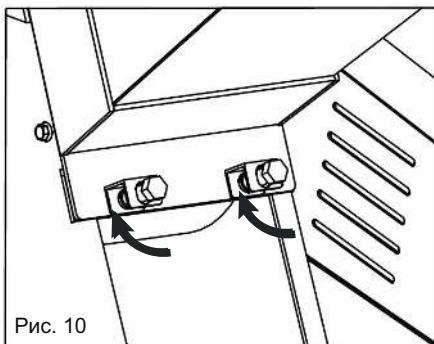

Рис. 10
- Надежно затяните два болта гаечным ключом на 13 мм, по часовой стрелке (рис. 10).